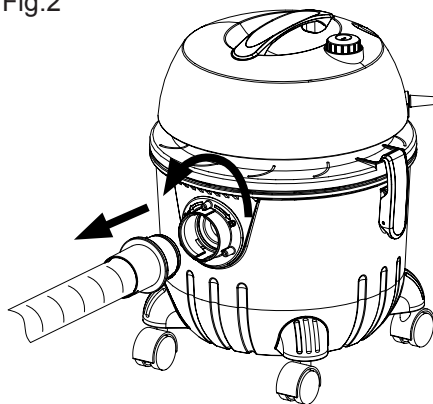

Fig.3
- Este aparato dispone de un asa en su parte superior para hacer fácil y cómodo su transporte (Fig.3).